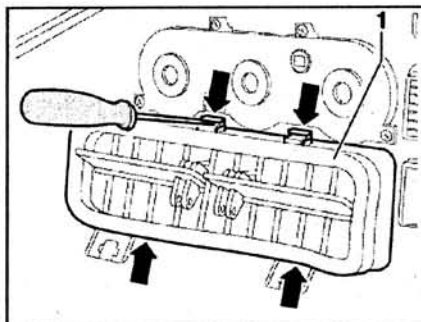

Рис. 8.59. Отцепите фиксаторы (стрелки) с помощью отвертки. Извлеките центральные дефлекторы 1 из панели приборов.
4. Отцепите фиксаторы (стрелки) с помощью отвертки (рис. 8.59). Извлеките центральные дефлекторы 1 из панели приборов.